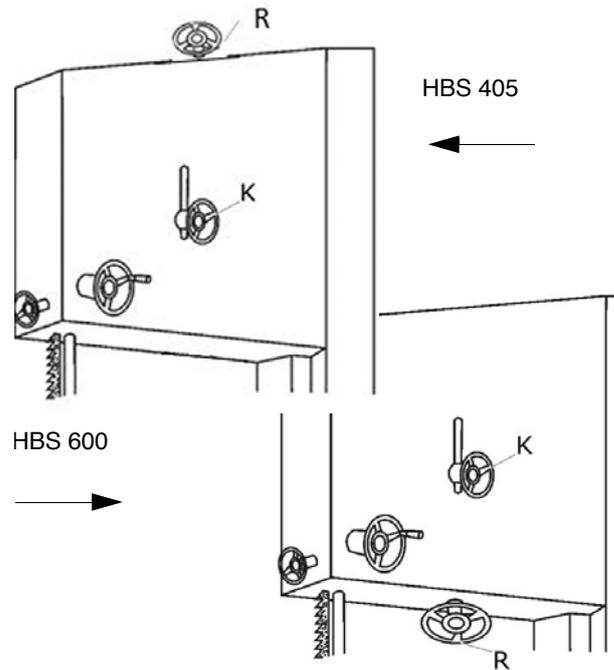

Abb. 12: Einstellräder für Bandlauf und Bandspannung
- Schritt 5: Sägebandlauf-Einstellrad (Pos. K, Abb. 12) lösen.
- Schritt 6: Die Spannung des Sägebandes durch Drehen des Bandspannhandrades (Pos. R, Abb. 12) reduzieren.
- Schritt 9: Sägeband mit dem Bandspannhandrad (Pos. R, Abb. 12) spannen.
- Schritt 10: Mit einigen händischen Umdrehungen prüfen, ob die Lauffläche richtig sitzt (das Sägeband soll jeweils in der Mitte der beiden Laufräder liegen). Gegebenenfalls mittels Sägebandlauf-Einstellrad (Pos. K, Abb. 12) nachjustieren.